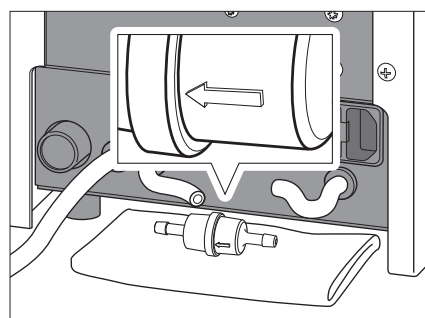

図 29
- 6) 新しい給水フィルタを方向を合わせてチューブ端に押し込み装着します。(図 29)